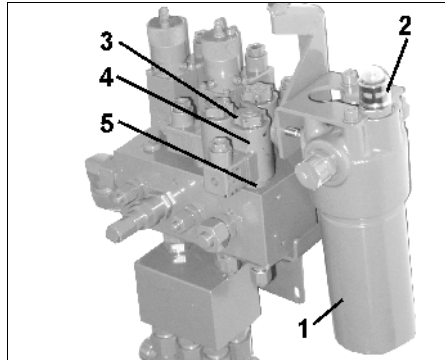

Fig. 62
Während des Betriebes kann die Funktion des Hydraulikölfilters (Fig. 62/1) am Steuerbolck kontrolliert werden.
Anzeige im Kontrollfenster (Fig. 62/2):
- Magnetkappe (Fig. 62/3) abschrauben
- Magnetspule (Fig. 62/4) abnehmen
- Ventilstange (Fig. 62/5) mit Ventilsitzen herausdrehen und mit Druckluft oder Hydrauliköl säubern.